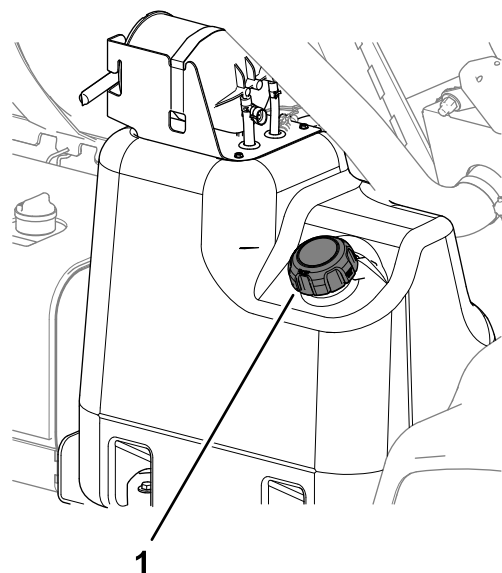

Bild 22
2. Reinigen Sie den Bereich um den Tankdeckel (Bild 22).